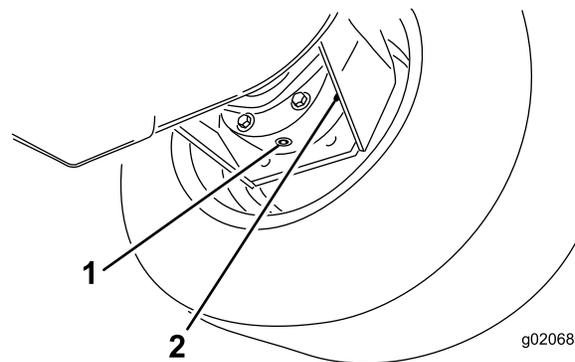

Рисунок 58
3. Подставьте поддон под корпус тормоза, снимите пробку сливного отверстия и дайте маслу стечь (Рисунок 58).